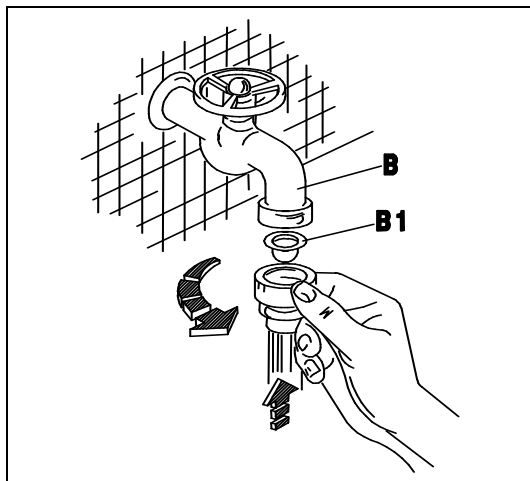
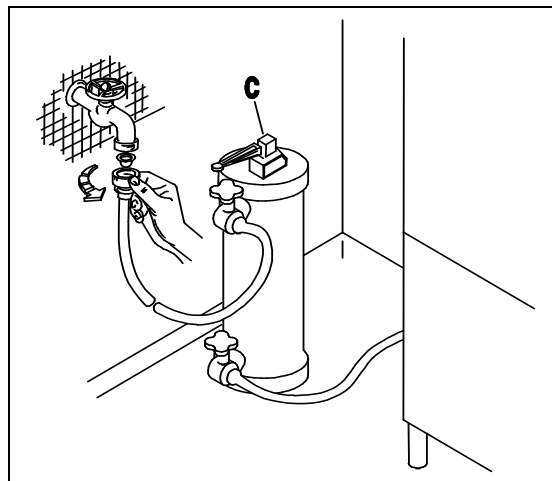
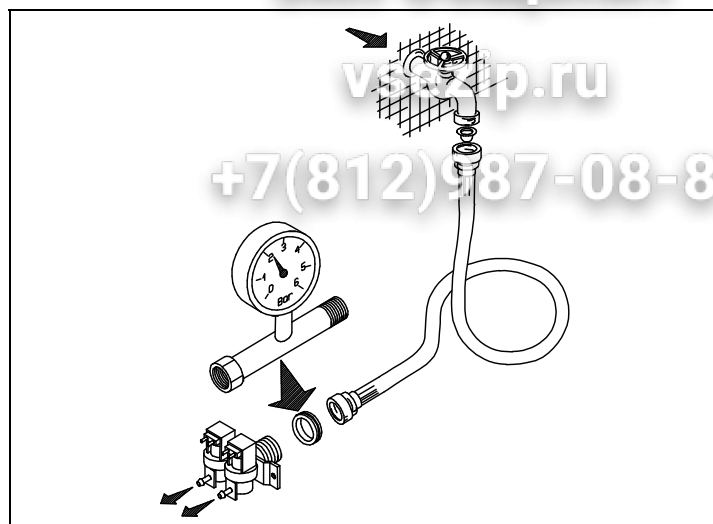
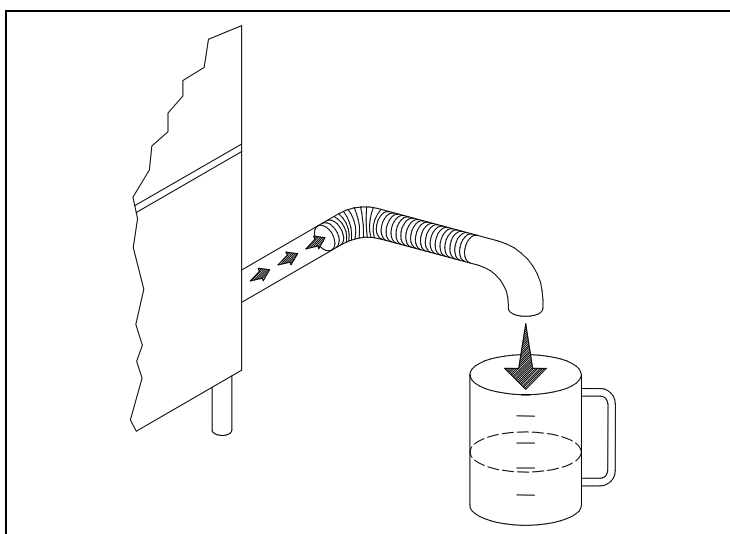

Fig. 2-2
Fig. 2-3
Fig. 2-4
Fig. 2-5
- L'apparecchio è previsto per l'allacciamento all'acqua fredda o calda (max 50 ÷ 55°C), con una pressione a valvola aperta come indicato nella Tab. 2-1. In caso di pressione superiore alla massima consigliata, bisogna installare un riduttore di pressione. In caso di pressione inferiore alla minima consigliata, bisogna installare una pompa di aumento pressione di max 0.5 Hp, con una portata di 20 L/min ed una prevalenza di 15÷20 mt.. Il controllo della pressione deve essere effettuato all'ingresso dell'elettrovalvola (ved. fig.2-4). La condotta dell'acqua deve avere un diametro interno di almeno 16/18 mm (ved.fig.2-5). Collegare il tubo di carico acqua dell'apparecchio ad un rubinetto d'intercettazione (B),posto preferibilmente nelle immediate vicinanze dell'apparecchio, interponendo l'apposito filtro in dotazione (B1) (ved. fig.2-2). Per acque con durezza media superiore ai 10/12°F (5,5/7°D) è consigliata l'installazione di un decalcificatore (C) (non in dotazione), montato a monte dell'elettrovalvola della macchina (ved.fig.2-3).
- The appliance is designed for connection to the cold or hot water supply (max. 50-55°C) at a mains pressure with the valve open as shown in Table 2-1 and a minimum output of 10 litres/min. If pressure exceeds the maximum, fit a pressure reducer. If pressure is lower than the minimum, fit a pressure booster pump of max. 0.5 HP, with an output of 20 litres/min. and a head of 15÷20 metres. Pressure must be measured at the solenoid valve inlet (see fig. 2-4). The water pipes must have an internal diameter of at least 16/18 mm (see fig. 2-5). Connect the appliance water supply pipe to a cut-out tap (B), preferably placed close to the appliance, fitting the special filter provided (B1) (see fig. 2-2). For water with medium hardness above 10/12°F (5,5/7°D), installation of a decalcifier (C) (not provided) is recommended, assembled upstream of the machine's electrovalve (see fig. 2-3).
- Das Gerät ist für den Anschluss an Warm-und Kaltwasser (max. 50-55°C) vorgesehen, wobei der Druck bei offenem Ventil dem in Tab. 2-1. Bei höherem Druck als dem empfohlenen einen Druckminderer installieren. Bei niedrigeren Druck als empfohlen eine Druckerhöhungspumpe mit max. 0,5 PS , einer Förderleistung von 20l/min und einer Förderhöhe von 15-20m installieren. Die Druckkontrolle muss am Eingang des Elektroventils erfolgen (siehe Bild 2-4). Die Wasserleitung muss einen Innendurchmesser von mindestens 16/18 mm aufweisen (siehe Bild 2-5). Den Zulaufschlauch des Gerätes an einen möglichst nahegelegenen Wasserhahn (B) anschliessen und den vorgesehenen Filter (B1) anbringen (siehe Bild 2-2). Pour une eau d'une dureté moyenne supérieure à 10/12°F (5,5/7°D) il est conseillé d'installer un détartreur (C) (non fourni), monté en amont de l'électrovanne de la machine (siehe Bild 2-3).
- L'appareil peut être raccordé à l'eau froide ou chaude (50:55°C max) à une pression, soupape ouverte, comme indiqué dans le Tableau 2-1. Si la pression dépasse la pression maximum conseillée, il faut installer un réducteur de pression. Si la pression est inférieure à la pression minimum conseillée, il faut installer une pompe pour faire augmenter la pression de 0,5 Hp max., à un débit de 20 litres /min et à une hauteur d'élévation de 15-20 m. Le contrôle de la pression sera effectué à l'entrée de l'électrovanne (voir fig. 2-4). Les conduites d'eau auront un diamètre interne d'au moins 16/18 mm (voir fig. 2-5). Raccorder la conduite d'arrivée de l'eau de l'appareil à un robinet secondaire (B), installé si possible tout près de l'appareil, après avoir intercalé le filtre spécial fourni (B1) (voir fig. 2-2). Nous conseillons Pour une eau d'une dureté moyenne supérieure à 10/12°F (5,5/7°D) il est conseillé d'installer un détartreur (C) (non fourni), monté en amont de l'électrovanne de la machine (voir fig. 2-3).
- Este aparato se puede alimentar con agua caliente o fría (máx. 50 ÷ 55°C); la presión del agua con válvula abierta está indicada en la Tabla 2-1. En caso de que la presión fuera superior a la máxima que se aconseja, instale un reductor de presión; si fuera demasiado baja, instale una bomba de aumento de presión de 0,5 Hp (máximo), con un caudal de 20 litros por minuto y una altura de elevación de 15 a 20 m. El control de la presión se debe efectuar en la entrada de la electroválvula (véase fig. 2-4). La tubería del agua debe tener un diámetro interior de 16-18 m. por lo menos (véase fig. 2-5). Conecte el tubo de alimentación del agua del aparato a un grifo de paso (B), que irá montado preferentemente muy cerca del aparato, tras interponer el filtro (B1) del equipamiento base (véase fig. 2-2). Para aguas con dureza media inferior a los 10/12°F (5,5/7°D) se recomienda instalar un descalcificador (C) (no incluido en el suministro), instalado aguas arriba la electroválvula del equipo (véase fig. 2-3).
- O aparelho é predisposto para ser alimentado com água fria ou quente (máx 50-55°C), com uma pressão, com a válvula aberta, como indicado na Tab. 2-1 e com um fluxo de 10 lt/min. No caso de uma pressão superior à máxima indicada, é necessário instalar um redutor de pressão. No caso de a pressão ser inferior à indicada, é necessário instalar uma bomba de máx 0,5 Hp, com um fluxo de 20 lt/min. O controle da pressão deve ser efetuado na entrada da electroválvula (ver figura 2-4). O tubo de água ou mangueira deve ter um diâmetro interno de pelo menos 16/18 mm (ver fig. 2-5). Conectar o tubo de alimentação de água do aparelho à uma torneira de fechamento manual (E), colocada de preferência próxima ao aparelho, conectando o filtro em dotação (B1) (ver fig. 2-2). Para a água com dureza média abaixar a 10/12 ° F (5,5 / 7 ° D) recomendamos a instalação de um purificador de água (C) (não incluído na entrega), a válvula solenóide instalado a montante do equipamento (ver fig. 2-3).
- Het apparaat is geschikt voor aansluiting op warm of koud water (max. 50 - 55°C), met een druk bij geopend ventiel zoals aangegeven in Tab. 2-1. Bij een hogere druk dan de geadviseerde maximum druk moet er een drukregelaar geïnstalleerd worden. Bij een lagere druk dan de geadviseerde minimum druk moet een drukverhogingspomp van max. 0,5 HP geïnstalleerd worden met een opbrengst van 20 l/min en een opvoerhoogte van 15-20 m. De controle van de druk moet op de ingang van het elektroventiel gecontroleerd worden (zie afb. 2-4). De waterslang moet een inwendige diameter van ten minste 16/18 mm hebben (zie afb. 2-5). Sluit de watertoevoerslang van het apparaat aan op een afsluitkraan (B) die bij voorkeur dicht bij het apparaat geplaatst moet zijn en zet het speciale meegeleverde filter (B1) ertussen (zie afb. 2-2). Voor water met een gemiddelde hardheid boven de 10/12 ° F (5,5 / 7 ° D), wordt de installatie van een ontkalker (C) (niet meegeleverd) aanbevolen, stroomopwaarts van electroklep de machine gemonteerd (zie afb. 2-3).